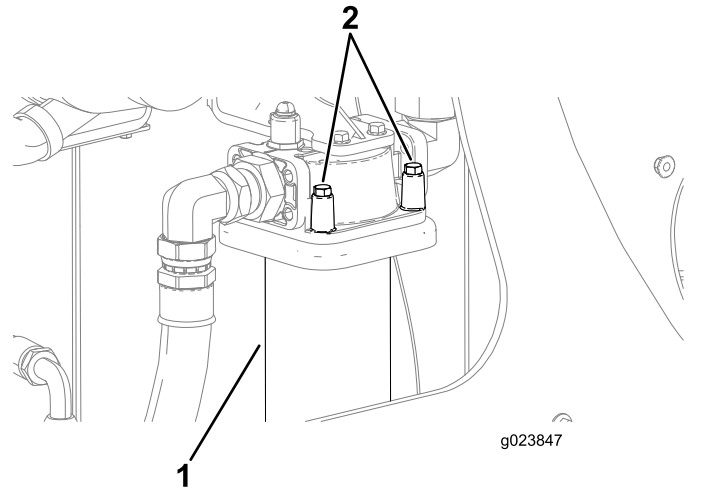

Figura 123
3. Coloque un recipiente de drenaje o varios trapos debajo del filtro de carga (Figura 123).
4. Con una mano debajo del filtro de retorno hidráulico, retire los 4 pernos según se muestra en Figura 123.
7. Alinee el filtro de retorno hidráulico nuevo con su asiento, y apriete los 4 pernos (Figura 123).